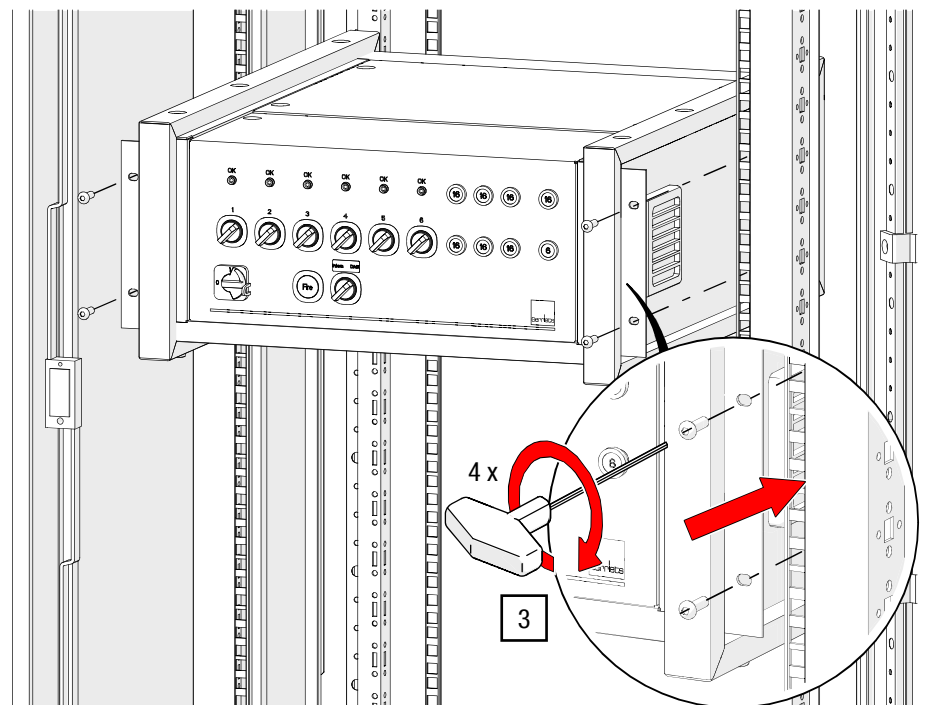

Abb. 22: G-FRAME im Rack verschrauben (Steuerungsmodell kann abweichen)
3. Positionieren Sie die Steuerung G-FRAME im 19-Zoll-Rack und verschrauben Sie diese mit geeignetem Montagematerial (siehe Abb. 22).